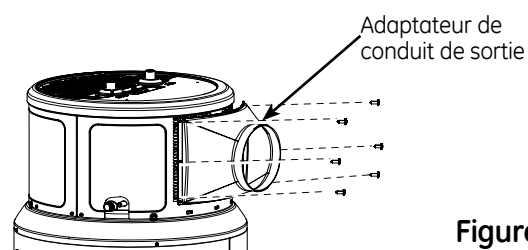

Figure 7
1. Orientez l'adaptateur de conduit de sortie selon la Figure 7 en alignant les repères de positionnement sur les trous des coins de l'ouverture de la grille arrière.